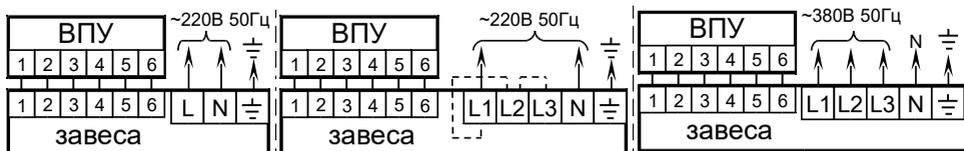

Рис. 3. Схемы подключения занавески к электросети и пульту управления
4. Подключить сетевой кабель и кабель управления согласно маркировке на клеммных колодках (см. схему подключения занавески к электросети и пульту на рис. 3.)